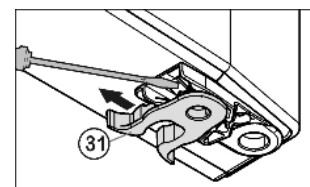

Fig. 7
- Flytta fjäderklämman Fig. 7 (31): Tryck ner spärrhaken, drag bort fjäderklämman.